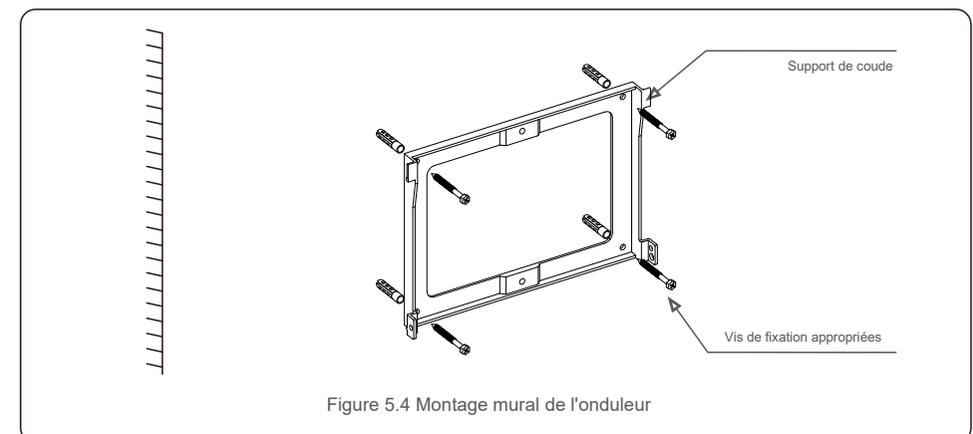

Figure 5.4 Montage mural de l'onduleur
Reportez-vous aux figures 5.4 et 5.5. L'onduleur doit être monté verticalement. Les étapes de montage de l'onduleur sont les suivantes :
1. Reportez-vous à la figure 5.4. Effectuez des trous pour les chevilles en fonction du diamètre du trou du support (Fisher HJ0108 10\*50mm tubulaire extensible pour vis taraudeuses à tête hexagonale creuse ST6.3\*60), en utilisant un perceuse à percussion avec un foret de 10 mm. Les trous doivent être bien perpendiculaires au mur. La profondeur de perçage des est de 60 mm.